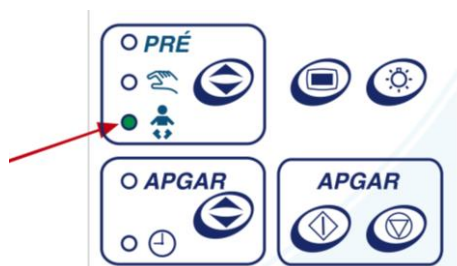
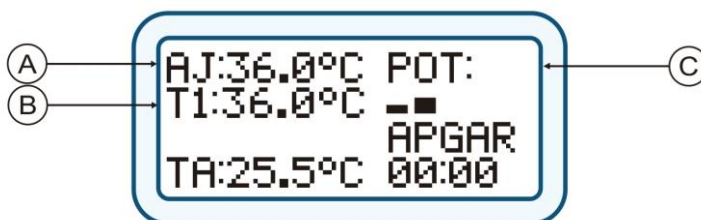

Figura 75 – Seleção Modo de Operação
Figura 76 – Display LCD no Modo Automático
- Quando o sensor RN (T1) for conectado, o led verde indicador do modo automático acenderá, conforme figura 75, e o display alfanumérico passará a exibir a temperatura lida pelo sensor do RN (B), conforme figura 76.
- Programe a temperatura desejada para o paciente, acionando as teclas de AJUSTE DE REDUÇÃO ou ELEVAÇÃO da faixa desejada. O valor da temperatura programada (A) é exibido no display alfanumérico, conforme figura 76.
- O berço aquecido passará a indicar o nível de potência (C) e a controlar automaticamente a potência de aquecimento, para estabilizar a temperatura da pele conforme a temperatura programada pelo usuário, conforme figura 76.